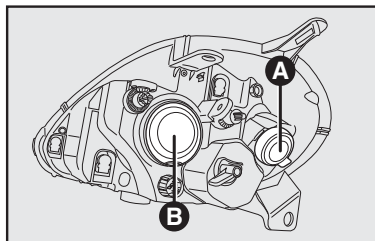

fig. 17
- quite la tapa de plástico **A** - fig. 17;
- introduzca nuevamente el portalámpara y vuelva a montar la tapa **A** - fig. 17.
- quite la tapa de plástico **B** - fig. 17;
- monte la tapa **B** - fig. 17 comprobando el correcto bloqueo.